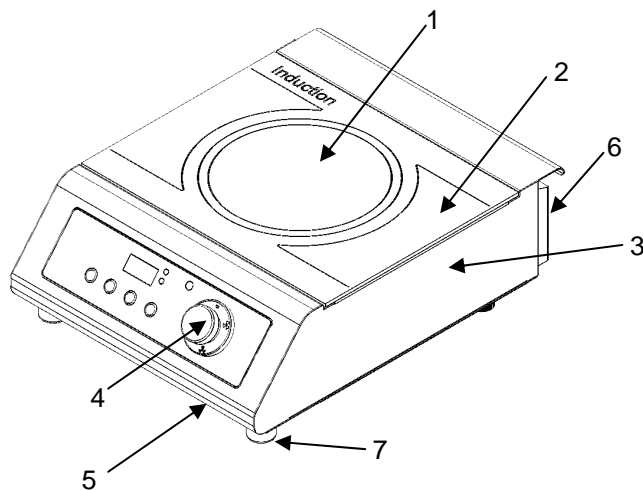

Fig.n.2
2. NON ostruire il pannello della presa d'aria, perché il gruppo potrebbe surriscaldarsi (*Fig. n.2 - rif. n.6*).
4. Ruotare la manopola (*Fig.n.2 – rif.4*), il display si accenderà.